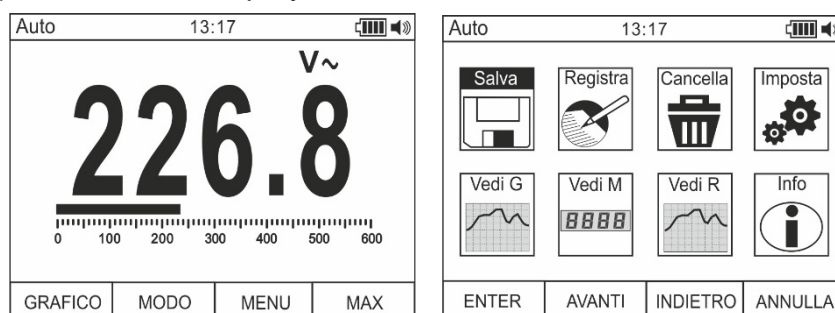

Abb. 9: Hauptmenü des Geräts
- Mit angezeigtem Messergebnis (siehe Fig. 9 – linker Teil), drücken Sie die Funktionstaste **F3**, um ins Hauptmenü des Gerätes einzutreten. Die Bildschirmseite (siehe Fig. 9 – rechte Seite) erscheint im Display.